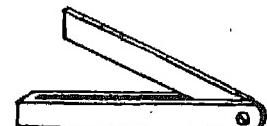

Fig. 17. — Sauterelle ou fausse équerre.
e) La fausse équerre ou sauterelle (fig. 17) est utilisée lorsqu'il s'agit de tracer une droite faisant un angle que conque avec une droite donnée ; cet angle